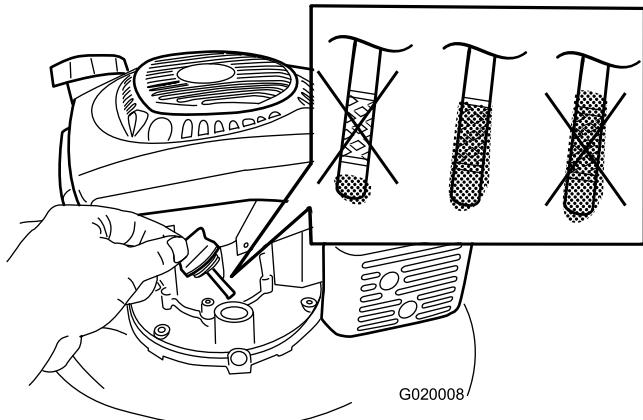

Figura 5
1. Retire la varilla (Figura 5).
2. Vierta aceite **lentamente** por el tubo de llenado hasta que el nivel de aceite llegue a la marca de Lleno de la varilla (Figura 5). **No llene demasiado.** (Capacidad máxima: 0.65 l (22 onzas), tipo: 10W-30 o SAE 30, aceite detergente con clasificación de servicio API, SJ, o superior.)
**Nota:** Cada vez que compruebe el nivel de aceite, retire la varilla y límpiala, introduzcala en el cuello de llenado de aceite (**sin enroscarla**), luego retírela de nuevo y compruebe el nivel (Figura 5).